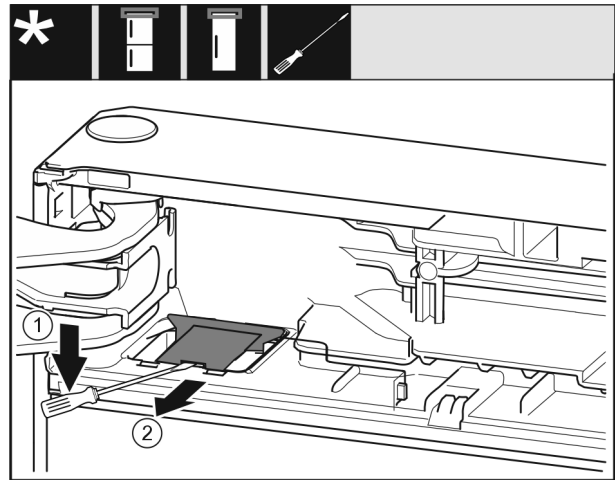

Fig. 12
- Mit einem Schlitzschraubendreher die Abdeckung ausrasten und aufheben. Fig. 12 (1)
- Abdeckung herausnehmen. Fig. 12 (2)